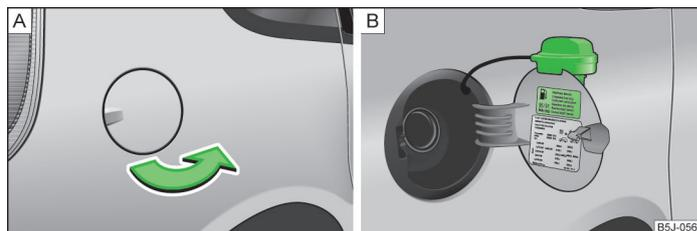

Fig. 125 Parte trasera del vehículo, lado derecho: tapa del depósito / tapa del depósito con el tapón enroscado
En el lado interior de la tapa del depósito de combustible se indican los tipos de combustible prescritos para su vehículo » fig. 125 de la página 166 - **B**.
- Abrir la tapa del depósito de combustible con la mano » fig. 125 - **A**.
- Desenroscar hacia la izquierda el tapón de cierre del depósito y colocarlo desde arriba en la tapa del depósito » fig. 125 - **B**.